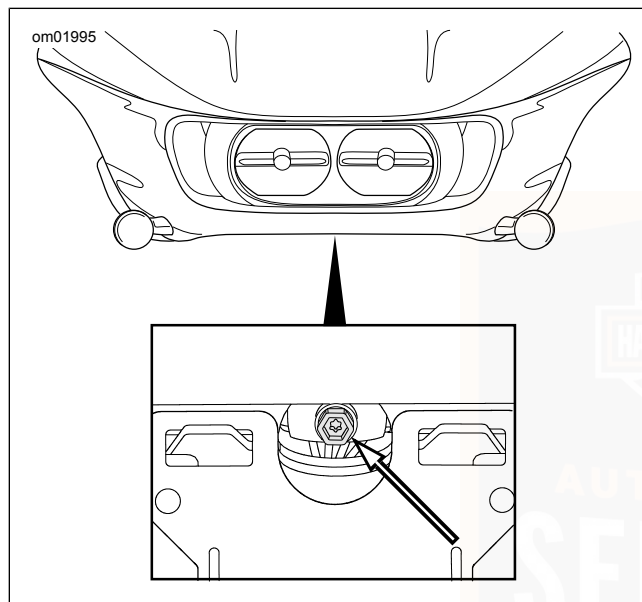

Abbildung 92. Scheinwerfereinsteller: Rahmenfeste Verkleidung
3. **Modelle mit rahmenmontierter Verkleidung:** Siehe Abbildung 92.